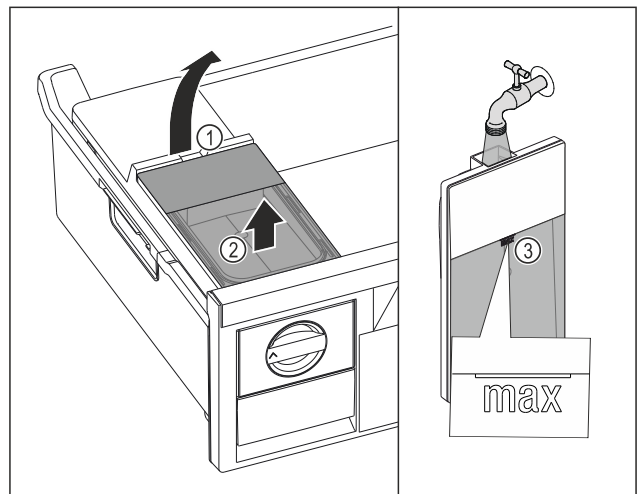

Fig. 151
- ▶ Watertank aan de uitsparing Fig. 151 (1) optillen.
- ▶ Watertank naar boven toe verwijderen. Fig. 151 (2)
- ▶ Watertank tot de markering Fig. 151 (3) vullen met drinkwater.